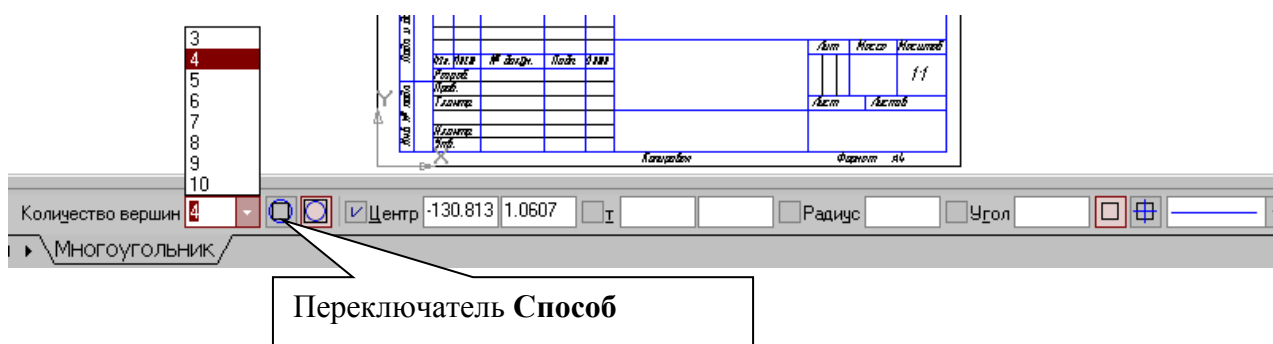
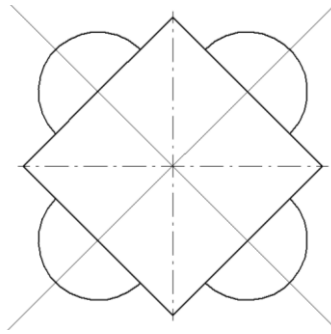

Рис. 44 Панель свойств выполнения команды Многоугольник
Рис.53
Кнопка  Многоугольник позволяет построить правильный многоугольник. Количество вершин можно задать с клавиатуры или выбрать из списка на Панели свойств (рис.44).
3. Построить правильный квадрат с описанной окружностью радиусом 50 (рис.53), используя кнопку Многоугольник (рис.44).